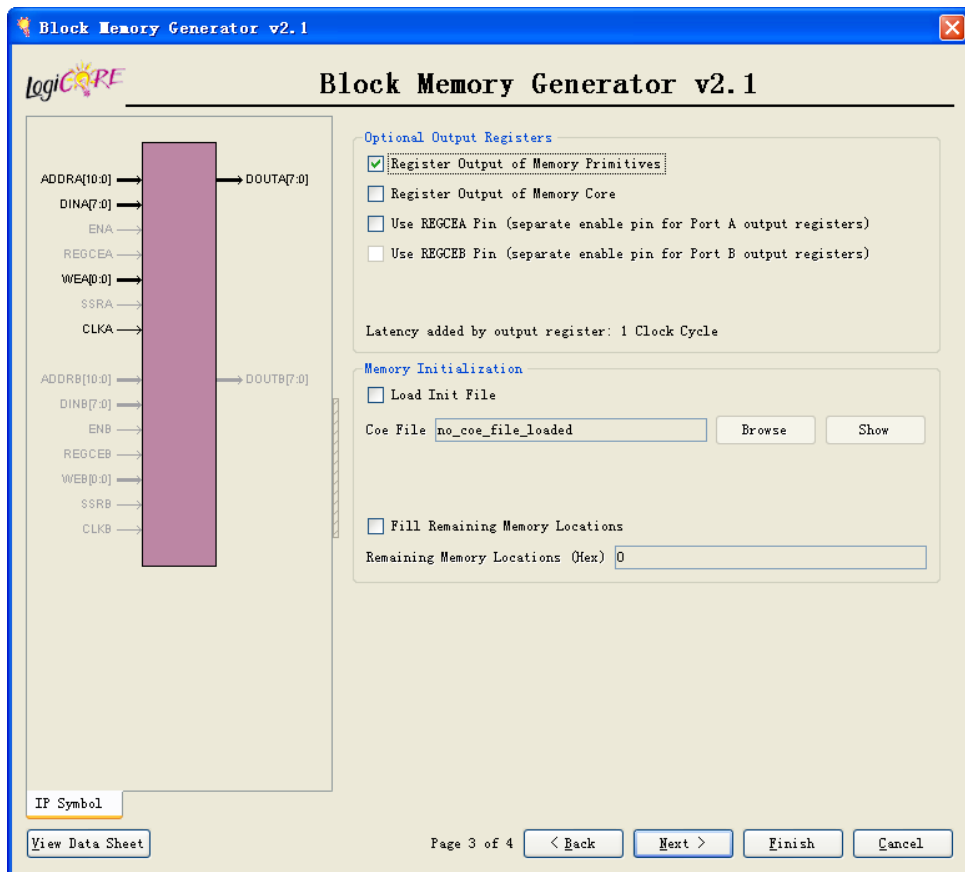

图 2.72 设置 BLOCK RAM 输出寄存器
(5) 单击【Next】按钮，可以配置数据输入宽度和 RAM 大小，如果一个 BLOCK RAM 不够存储数据，软件会自动选择将多个 BLOCK RAM 进行级联。比如希望的 RAM 大小为 4KB，那么数据宽度为 8bit，需要两块 BLOCK RAM 级联才能存储 4KB。
(6) 设置好 RAM 大小后，单击【Next】按钮，进入下一个设置窗口，如图 2.72 所示。如果选择了给输出端口增加寄存器，可以增加 RAM 的读写速度，但是输出会增加一个时钟周期的延迟。比如说没有增加输出延迟的时候，读写时钟只能达到 100MHz。加入输出寄存器后，读写时钟能够达到 120MHz，但是输出数据相对与读地址的变化会多延迟一个时钟周期。